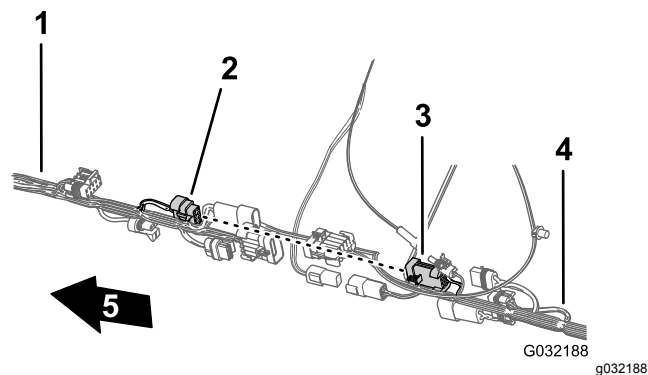

图116
3. 把用于打药车线束互连的前线束 8 针接头连接至用于喷洒率开关的后线束 8 插槽接头图116。